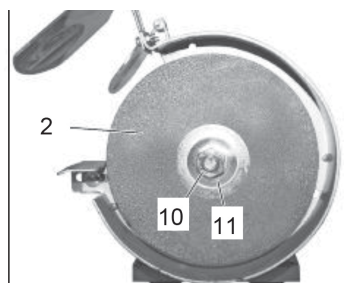

Рис. 5
- Открутите гайку 10 (рис. 5) и снимите ее вместе с зажимным фланцем 11 (рис. 5).
- Снимите шлифовальный круг 2 (рис. 5) с вала двигателя. Задний зажимной фланец остается на валу двигателя.
- Затем установите новый шлифовальный круг 2 (рис. 5), выполнив описанные действия в обратном порядке.